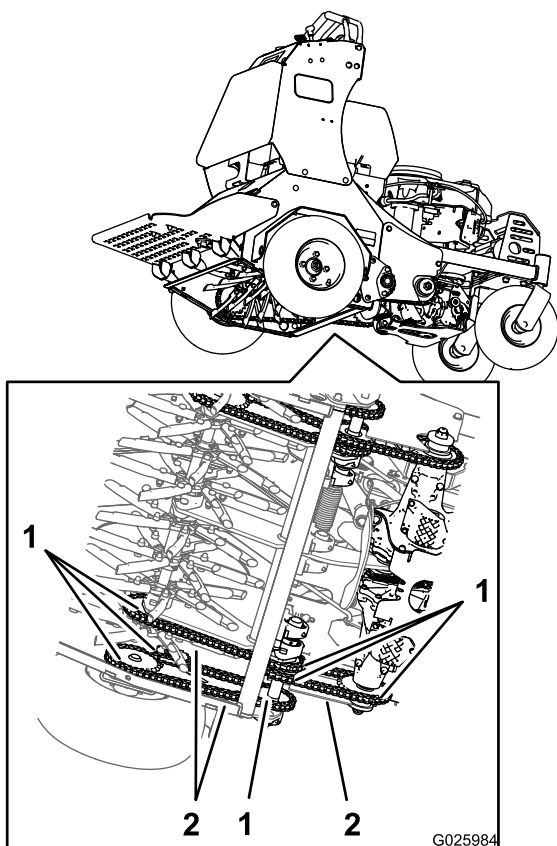

Figure 16
2. Vérifiez l'usure des pignons et remplacez-les au besoin (Figure 16).
2. Contrôlez la tension des chaînes (Figure 16) de chaque côté de la machine.
5. Mettez le moteur en marche, avancez lentement les leviers de commande de déplacement et graissez les six chaînes (Figure 16).